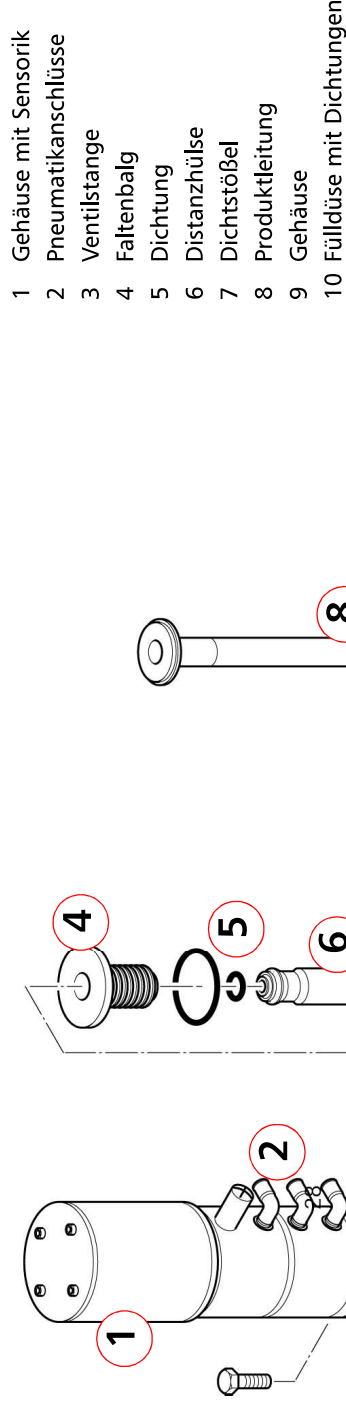

Bild 6-14
- Füllventile (Bild 6-14) ausbauen. Faltenbalg und Dichtungssitz auf Beschädigungen überprüfen, ggf. austauschen, Dichtstoßel austauschen.